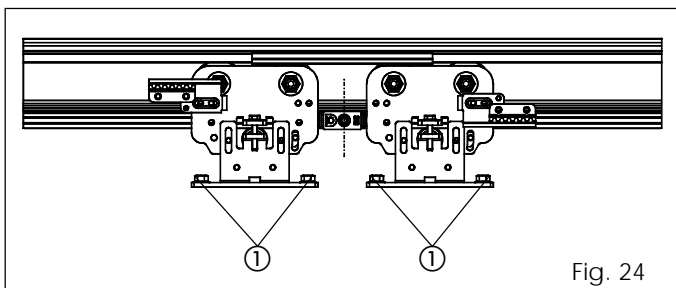

Fig. 24
De deuren uit de serie 940 SM worden geleverd met de wagens in correspondentie met de sluitrand (fig. 24). Als het midden van de deur moet worden bijgesteld, dient u als volgt te werk te gaan:
- Maak de bevestigingsschroeven (fig. 24 ref. ①) van de betreffende wagen los. Breng de wagen naar de aanslag totdat deze twee elkaar raken.